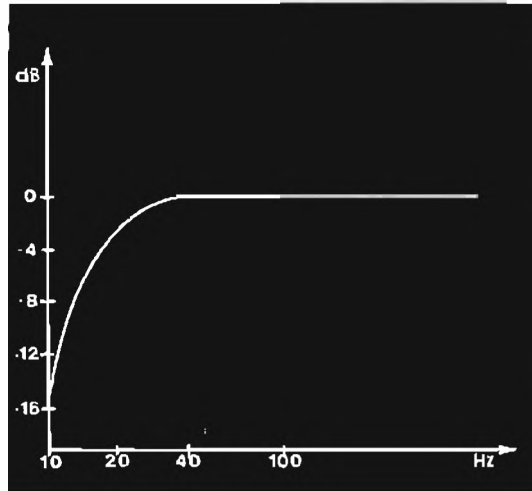

figura 5
La frequenza di taglio di tale filtro è 18 Hz e il suo intervento è mostrato in figura 5.
• filtro subsonico	vedi figura 5